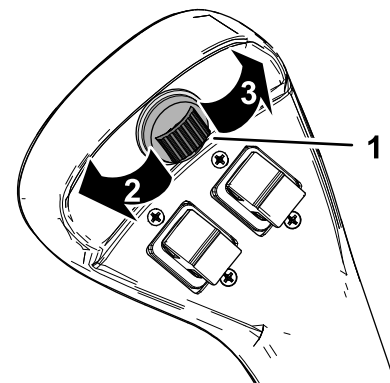

Figure 15
La commande auxiliaire (Figure 15) permet de commander certains outils proposés en option.
- Poussez la commande auxiliaire vers la droite jusqu'à ce qu'elle se bloque en position pour actionner un outil hydraulique en avant (Figure 15). Utilisez la commande principale pour commander la fonction; voir Commande principale de l'outil (page 16).